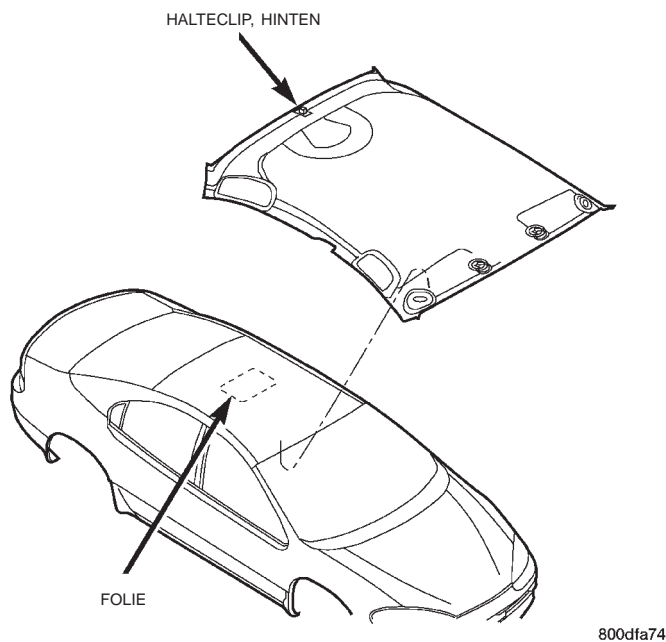

Abb. 62 Dachhimmel
- (10) Sitz ganz nach hinten umklappen.
- (11) Dachhimmel mit zwei Helfern durch die Hintertür aus dem Fahrzeug nehmen (Abb. 62).